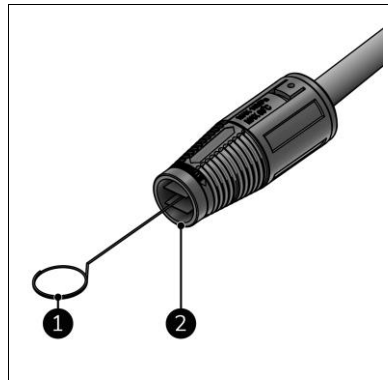

Abbildung 24
3. Entfernen Sie die Düse (Abbildung 24, Pos. 2) von der Strahlpistole (Abbildung 6, Pos. 7).
4. Reinigen Sie die Düse mit dem Reinigungsstift (Abbildung 24, Pos. 1).